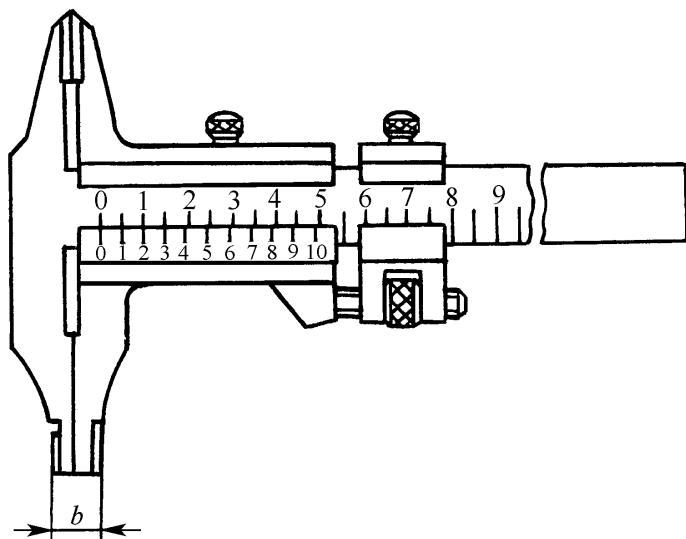

图 1-5
8. 用图 1-5 所示的游标卡尺测量内径尺寸时, 则内径尺寸应取_____值。